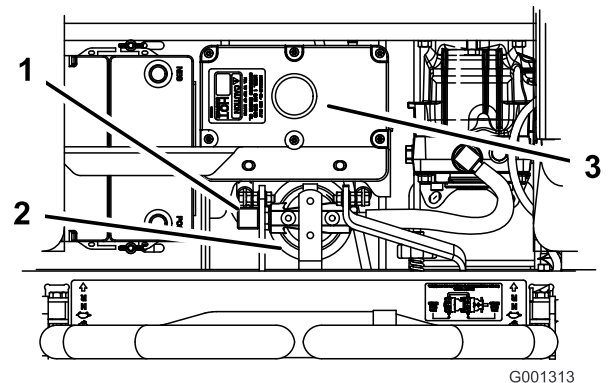

Figure 72
4. Débranchez la conduite hydraulique droite qui est raccordée à l'adaptateur (Figure 72).
6. Rebranchez la conduite hydraulique droite à l'adaptateur (Figure 72).